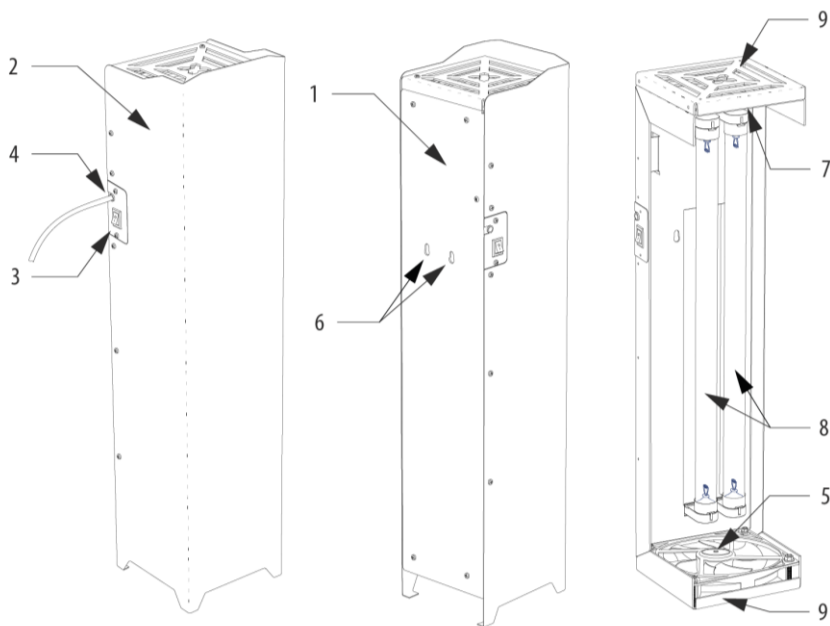

Рисунок 1. Общая конструкция очистителя воздуха BGS-01
- 5.3. Измерьте межцентровое расстояние расстояние между проушинами 7 (см. рис.1). С помощью уровня и линейки (рулетки) разметьте на стене отверстия для монтажа. Выберите крепёж в соответствии с материалом стен: шурупы для деревянных стен или стен из древесных материалов; дюбеля с шурупами для бетонных, кирпичных или газосиликатных стен; специальный крепёж для стен из ГКЛ.